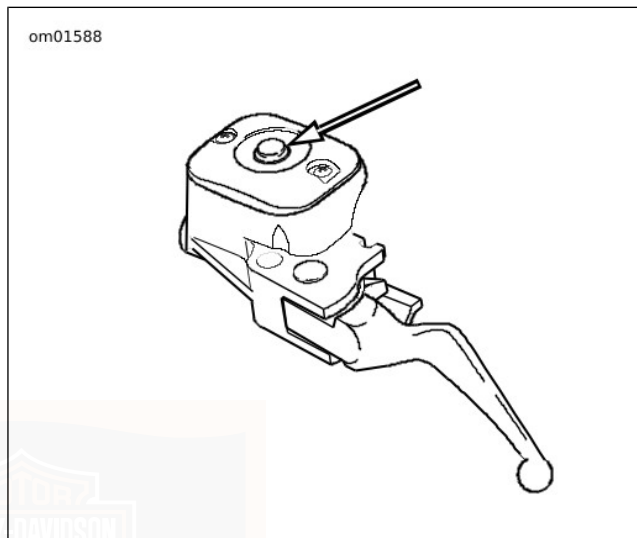

Figura 37. Spioncino del serbatoio della frizione
2. Vedere Figura 37. Verificare attraverso lo spioncino del serbatoio la presenza di liquido. In presenza di liquido, lo spioncino deve apparire scuro. Se il livello è basso, passare al punto seguente.